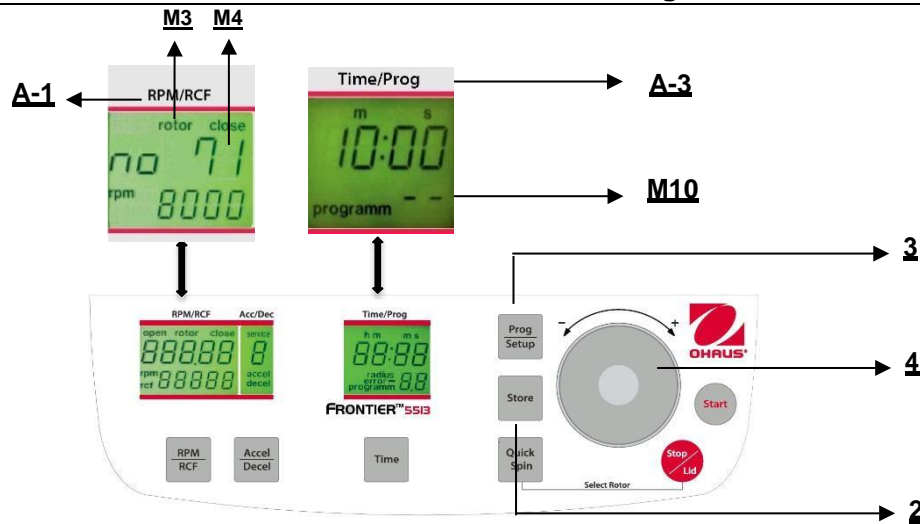

Figure. 22
Pour rappeler des programmes mémorisés, appuyer sur la touche **"Prog/Setup"** (3) (voir la figure 22) alors que le couvercle est déjà fermé. Sur l'affichage **"Time/Prog"** (A-3), le mot **"programm -"** (M10) apparaît. Le numéro de programme désiré peut être présélectionné avec le cadran de réglage (4).
Pour quitter le mode de programmation, appuyer simplement sur la touche **"Prog/Setup"** (3) (voir la figure 22). Sur l'affichage **"Time/Prog"** » (A-3), le mot **"programm"** (M10) apparaîtra.